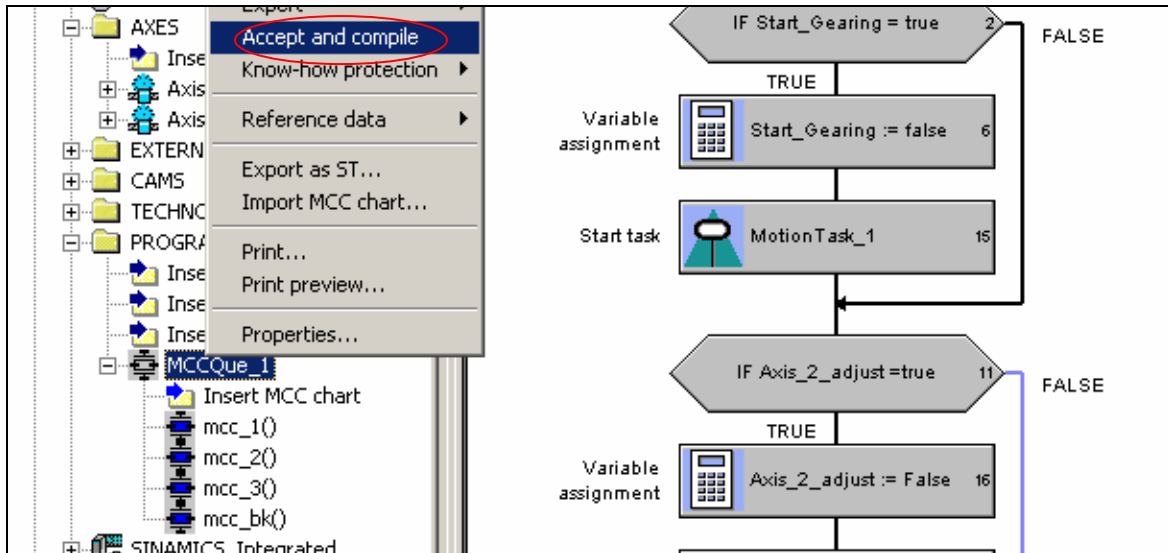

图. 58
(6) 将程序分配到程序执行系统中 (Execution system)
① 编译所有程序。如图 58。